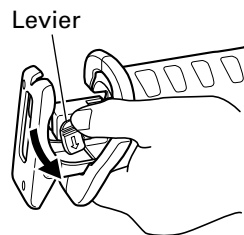

Fig. 3
- (2) Pousser le levier dans le sens de la flèche, indiqué sur la Fig. 3, marquée sur le levier. (Fig. 3)
- (1) Allumer puis éteindre l'interrupteur-gâchette plusieurs fois de suite de façon que le levier puisse sortir complètement du couvercle avant. Ensuite, couper l'interrupteur et débrancher le cordon d'alimentation. (Fig. 3)
- (2) Après avoir poussé le levier dans le sens de la flèche de la Fig. 3, tourner la lame de façon qu'elle soit orientée vers le bas. La lame doit tomber sous l'effet de son propre poids. Si la lame ne tombe pas, tirer dessus avec la main.